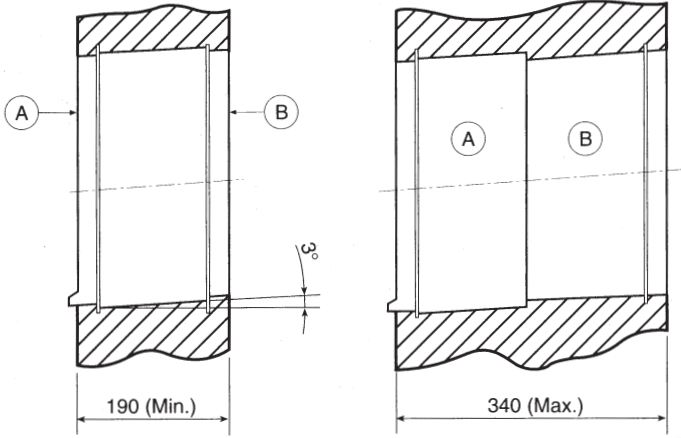

Fig. 1
- Faire un trou dans le mur à l'endroit prévu pour le montage en tenant compte des dimensions indiquées fig.1. Le câble électrique d'alimentation devra arrivé encastré dans le mur.
- Sceller le caisson extérieur A en le faisant affleurer le mur extérieur, en prenant soin de ne pas le déformer et en respectant la pente prévue de 2-3° (fig.A). Les deux crochets (g-fig.1) doivent se situer en partie supérieure.